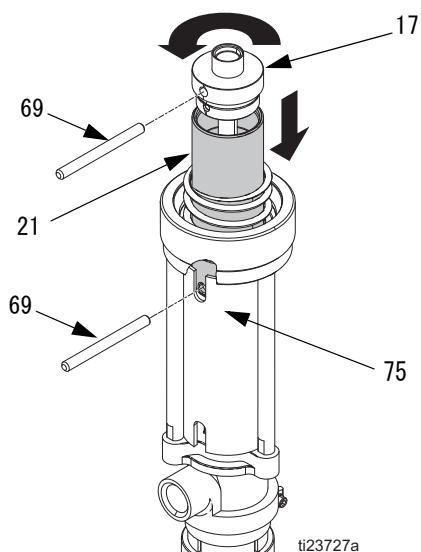

図 13
- シールド (75) の溝をピストン穴に位置合わせし、ピン工具 (69) をピストン穴に入れて、ピストンの回転を防止します。二番目のピン工具 (69) を使用してピストン キャップ (17) のネジを抜き、ピストン (21) から分離させ、合わせピン (19) に接触させます。図 13 を参照のこと。